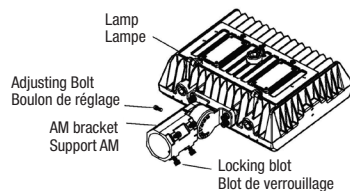

Figure 21
Step 1: Install the bracket on the lamp. (Figure 21).
Étape 1 : Installez le support sur la lampe. (Figure 21).